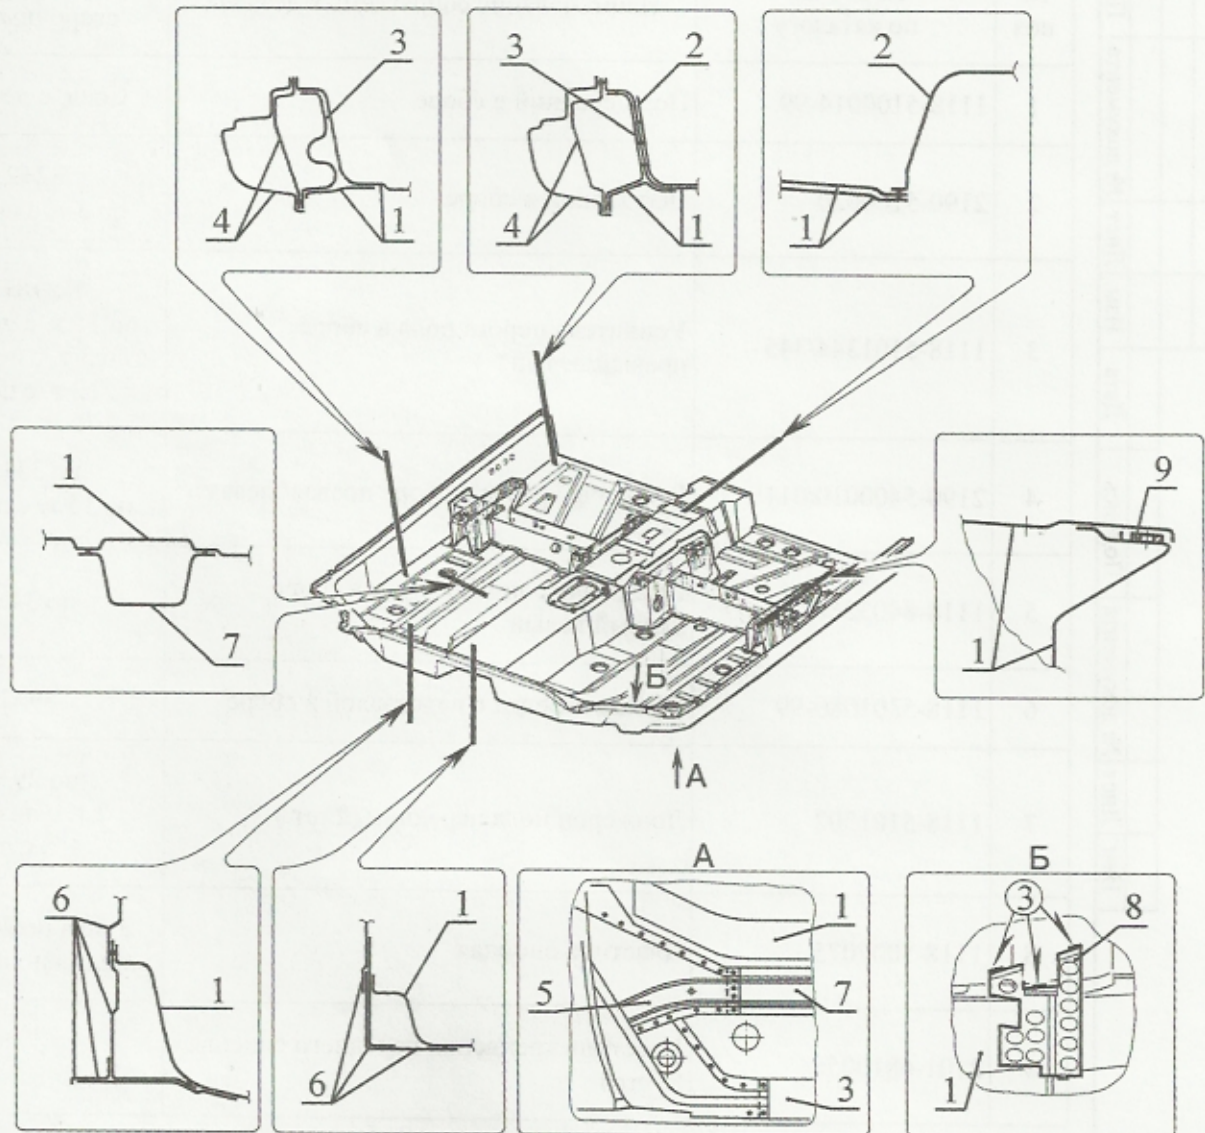

Рисунок 6 – Соединение пола 1118-5100014-99 переднего в сборе с сопрягаемыми деталями (при снятом капоте, передних и задних дверях и передних крыльях)
* При замене усилителя порога пола 1118-5101344/345 в сборе правого/левого смотри рисунок 6, таблицу 6 поз. 3 и рисунок 8, таблицу 8 поз. 6.